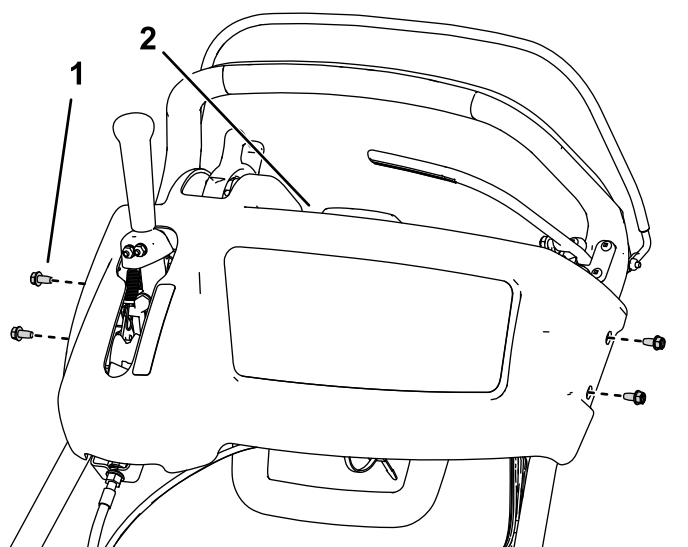

図2
1. コンソールカバーを固定しているボルト4本を外してパネルを外す 図2。